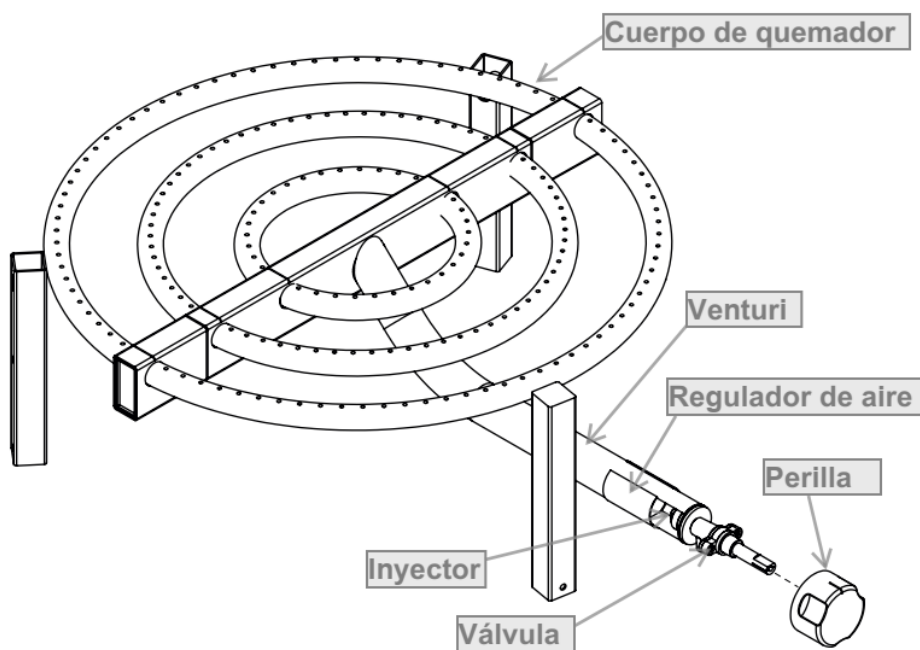

IMAGEN 1 – CONJUNTO QUEMADOR COMPLETO
**IMPORTANTE:** Asegúrese de colocar el inyector N1 para gas natural y E1 para gas licuado en la válvula. VER IMAGEN 1.